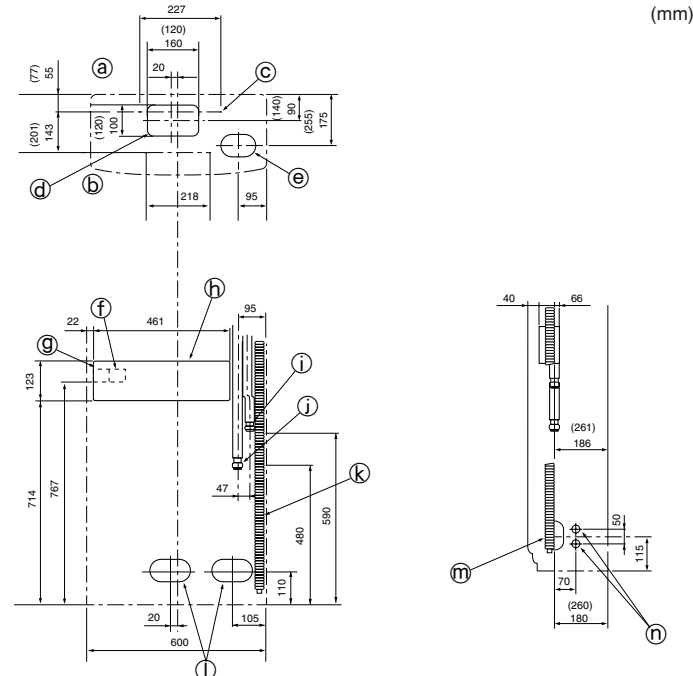

Fig. 4-3
4.3. Soğutma ve drenaj borularının yeri (Fig. 4-3)